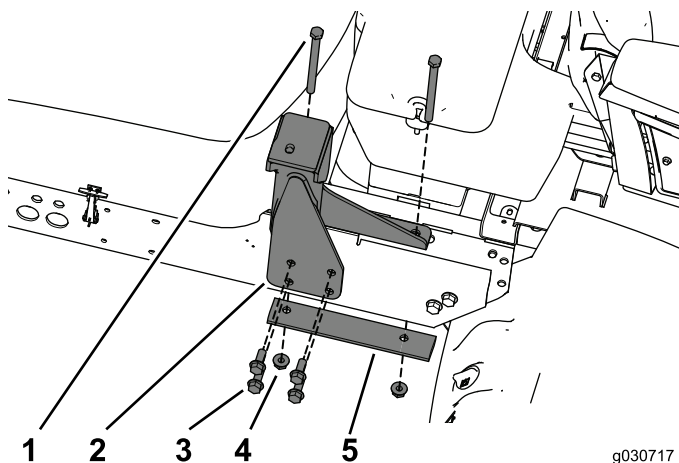

图20
1. 用拆下的五金件和 ROPS 将后底座固定到机架上（图20）。